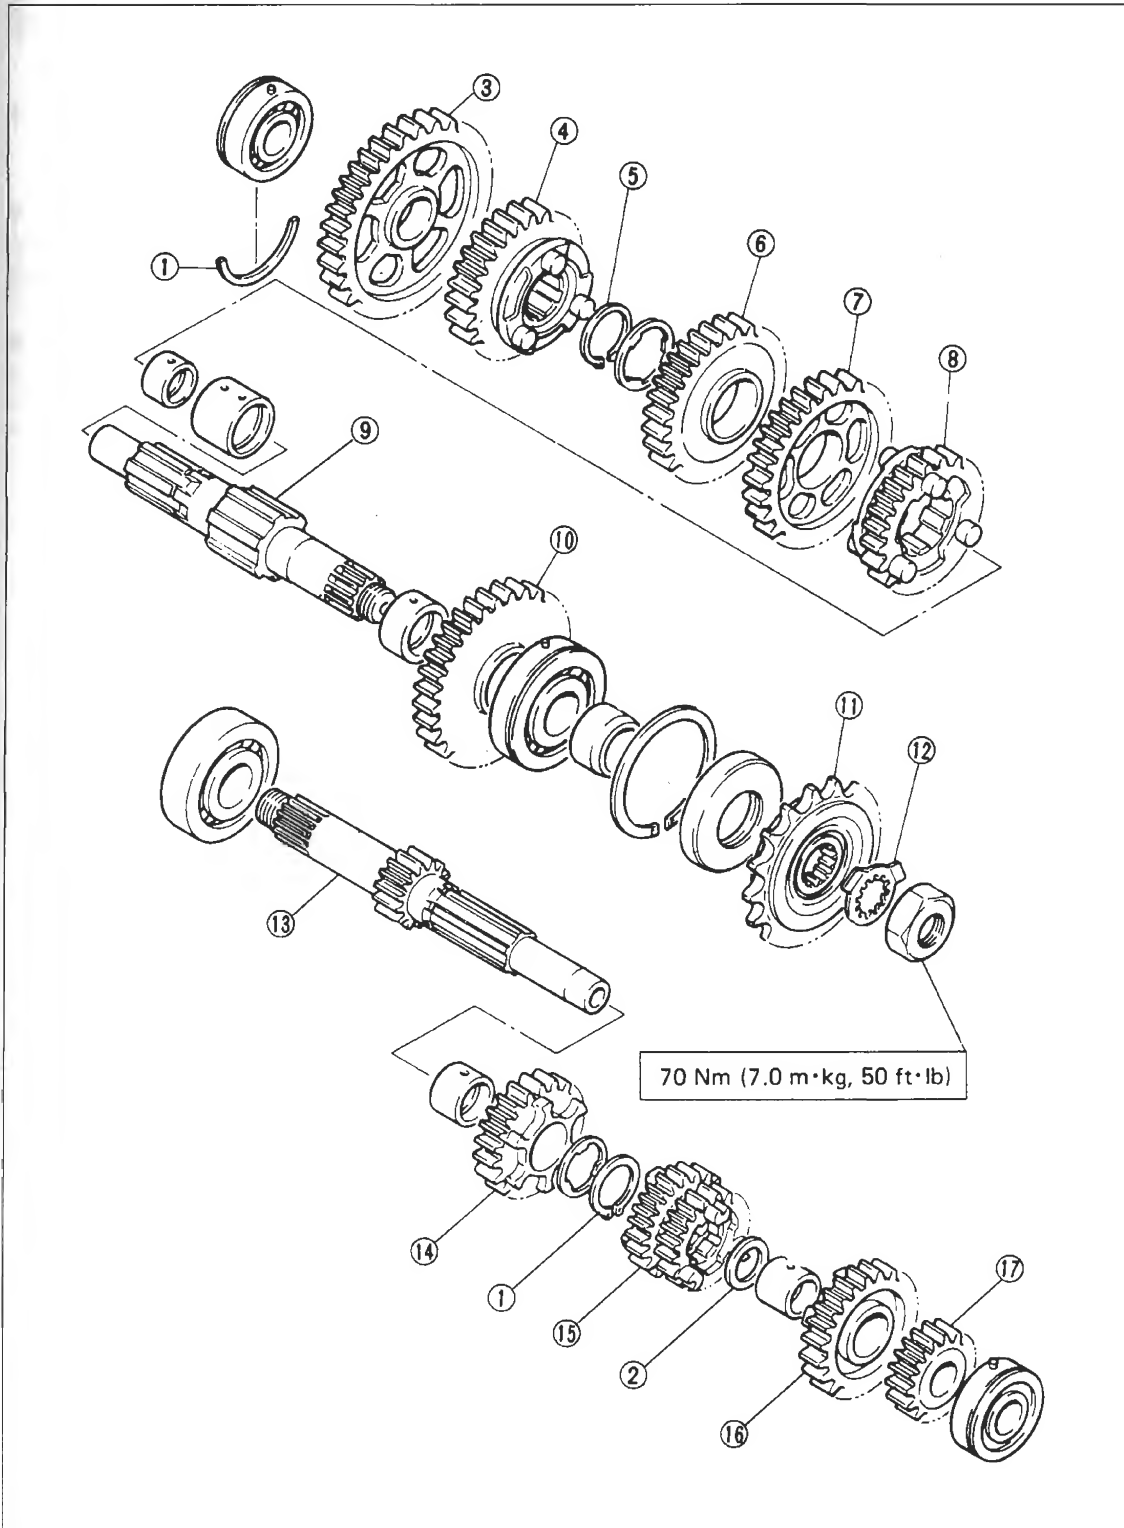

Bild 137
- Getriebewellen (Bild 137) lassen sich leicht mit Hilfe von Seegeringzange und kleinem Schraubendreher vormontieren. Ausnahme: Zahnrad  Bild 137 muss zum Aufpressen auf Welle erwärmt werden. Gegebenenfalls Arbeit für Yamaha- oder Fachwerkstatt.